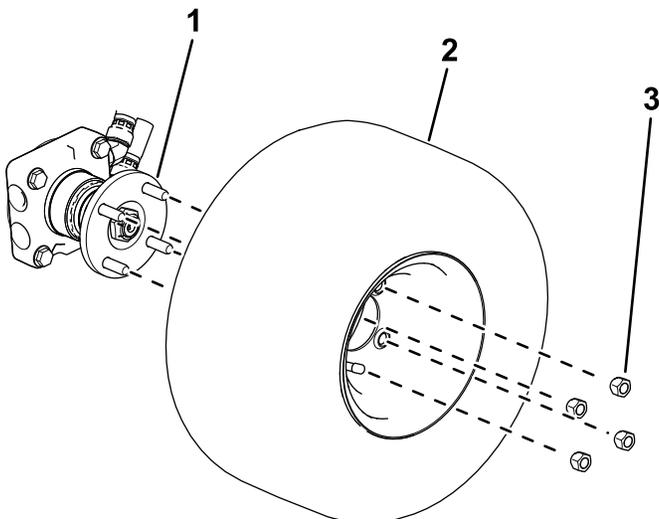

図 4
- 4 輪駆動マシンラグナット 4 本でホイールをハブに固定する 図 4。